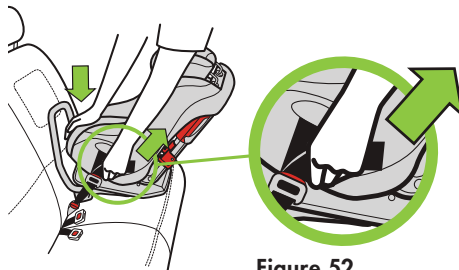

Figure 52
- Appuyez au centre du siège d'auto pour faire baisser le coussin du siège du véhicule et tirez l'extrémité de la ceinture d'ancrage DUA pour la serrer, tel qu'illustré dans la **Figure 52**.